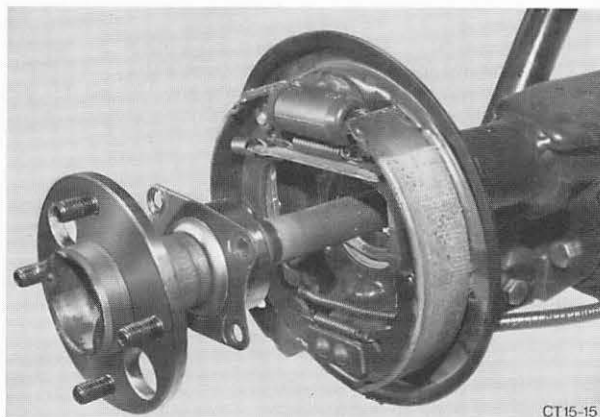

Abb. 108 Hinterachsseitenwelle ausbauen
3. Durch die Montagebohrungen im Hinterachsenwellenflansch 4 Schrauben der Halteplatte abschrauben und Seitenwelle herausziehen. Abb. 108.